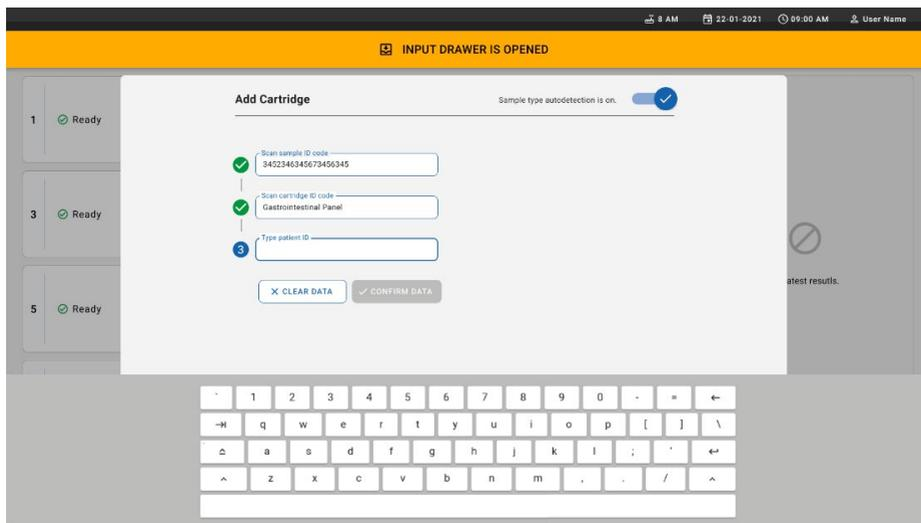

Figura 23. Digitazione dell'ID del paziente.
9. Inserire l'ID paziente (il Patient ID (ID paziente) deve essere su **on** (acceso)) e confermare i dati (Figura 23 e 24).